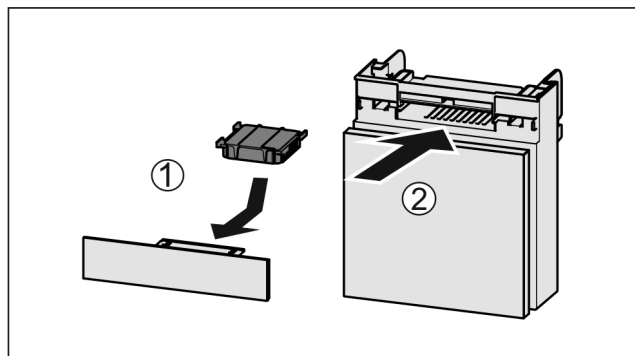

Fig. 116
- ▶ 按图装入 Fig. 116 (1)活性炭过滤器。
- ▶ 推入 Fig. 116 (2)抽屉。